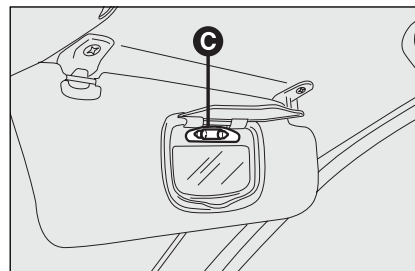

fig. 46
- maak de lamp **C-fig. 46** los uit de veercontacten aan de zijkant en vervang hem; controleer of de nieuwe lamp goed vastzit in de veercontacten.